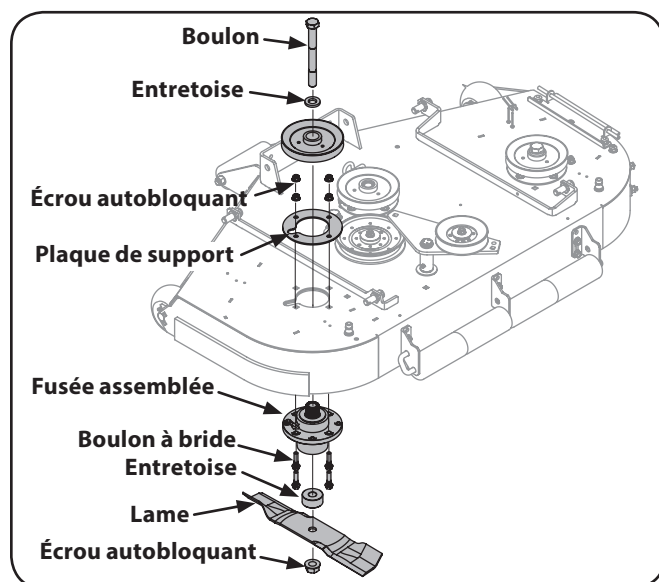

Figure 7-11
6. À l'aide d'une clé de $\frac{9}{16}$ " ou d'une clé à rochet, retirez les écrous autobloquants et les boulons à bride. Retirez ensuite la fusée assemblée. Voir Figure 7-11.